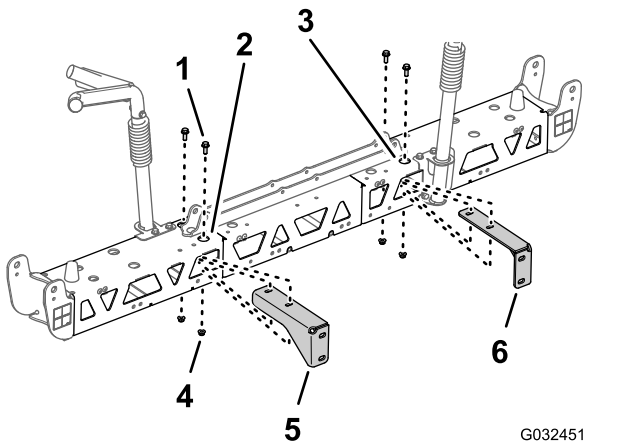

Figura 56
- Allineate i fori sulla staffa di supporto di destra con i fori sul telaio della trave di destra, come illustrato nella Figura 56.
- Montate la staffa di supporto di destra sul telaio della trave di destra (Figura 56) con i 2 bulloni a testa flangiata (3/8" x 1") e i 2 dadi di bloccaggio flangiati (3/8") che avete rimosso ai passaggi 2 e 3 di Rimozione delle staffe di supporto dalla sezione di irrorazione centrale (pagina 28).
- Ripetete i passaggi 2 e 3 per la staffa di supporto di sinistra sul telaio della trave di sinistra (Figura 56).